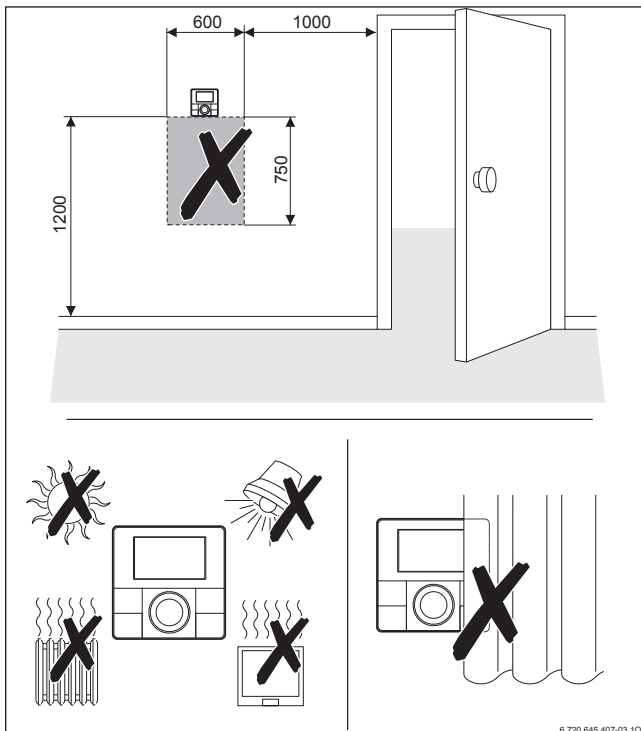

Bild 57 Position der Bedieneinheit RC... oder des externen Raumtemperaturfühlers im Referenzraum (Maße in mm)
- ▶ Bedieneinheiten für die raumtemperaturgeführte Regelung im Referenzraum installieren (→ Bild 57).